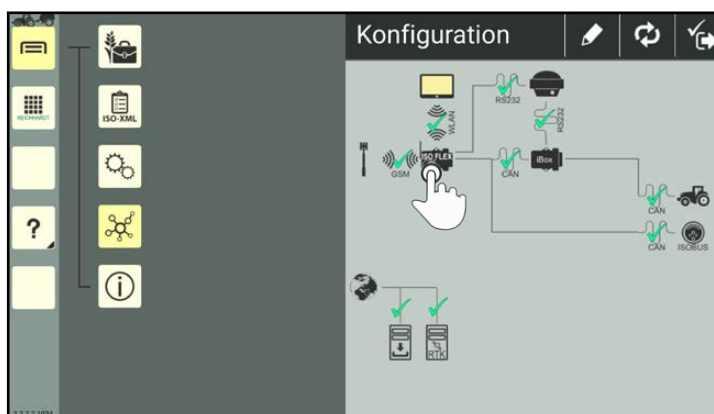

Abb. 159: ISO FLEX in der SMART COMMAND-Konfiguration antippen
5. Tippen Sie in der SMART COMMAND-Konfiguration auf das Symbol des ISO FLEX (siehe Abb. 159).